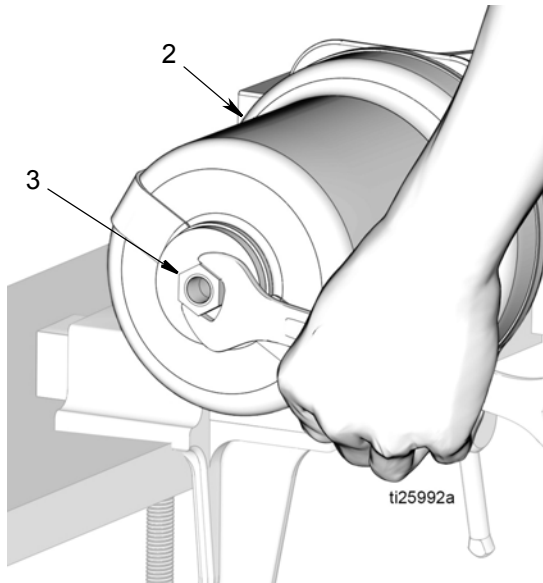

FIG. 55
- e. Visser le contre-écrou (3) du piston en haut du cylindre pneumatique (2) comme montré sur la FIG. 55. Serrer l'écrou à l'aide d'une clé. Puis serrer à un couple de 20,3 à 23,1 N•m (15 à 17 po-lb).